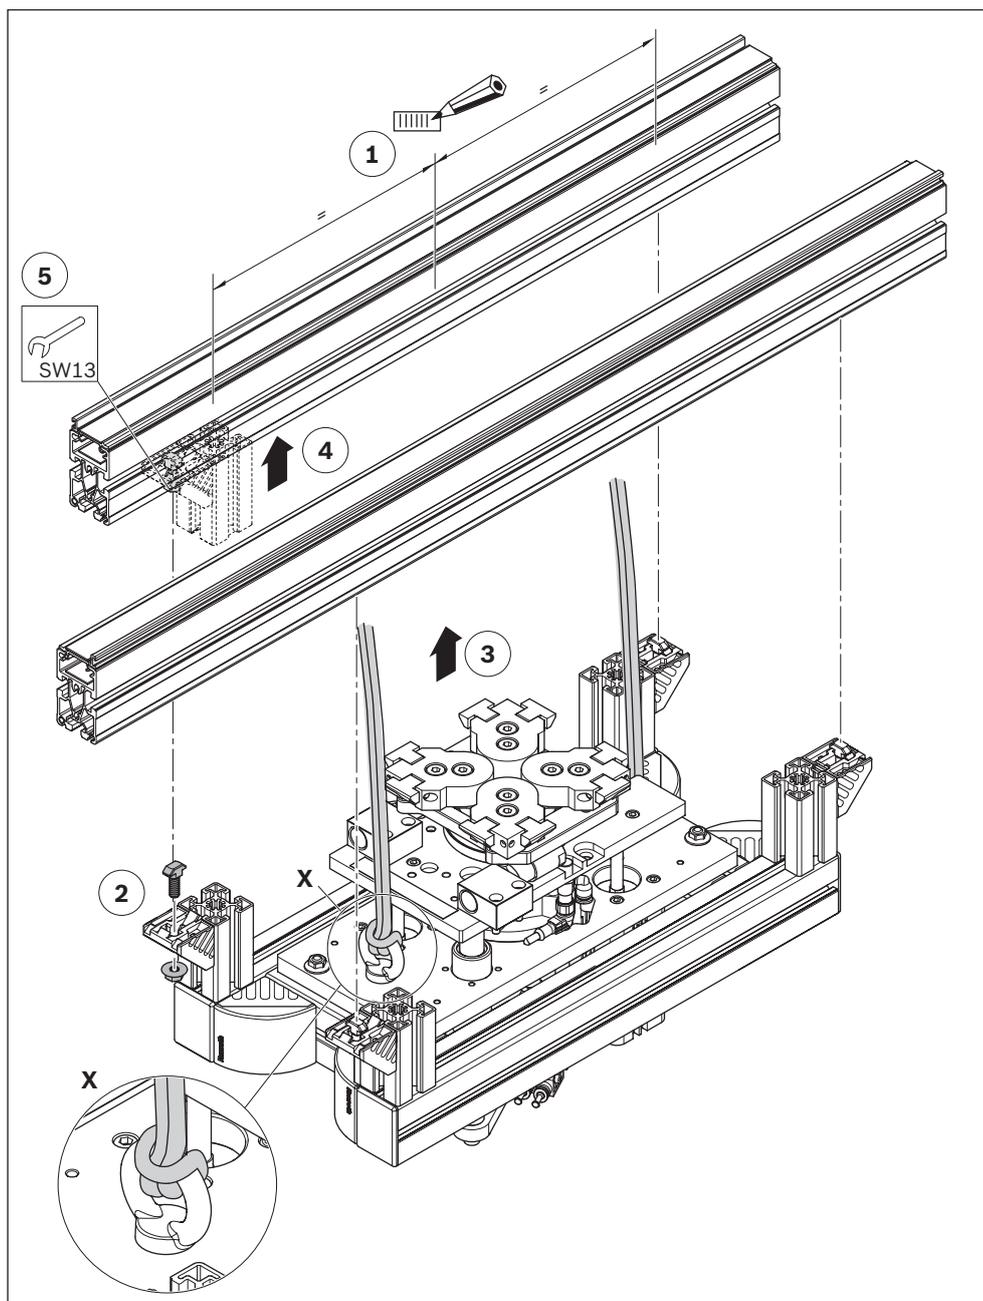

Fig. 7: Montaggio di un'unità di sollevamento e rotazione HD 2/H di grandezza 1 su tratto ST 2 (nell'esempio, grandezza 1 180°)
Per il sollevamento utilizzare un dispositivo di sollevamento. Come punti di attacco, ad es. per un'imbracatura circolare, sono previste viti ad anello (X) nella piastra di base (vedere ad es. Fig. 7 a pagina 21)
Per il sollevamento utilizzare un dispositivo di sollevamento. Come punti di attacco, ad es. per un'imbracatura circolare, sono previste viti ad anello (X) nella piastra di base (vedere Fig. 7).